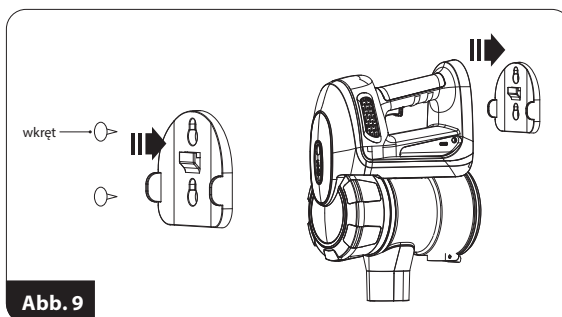

Abb. 9
3. Die Halterung (24) an der gewählten Stelle an die Wand, das Möbelstück etc. halten und mit einem Bleistift die Stellen für die mitgelieferten Schrauben markieren.
4. Die Schrauben (Abb. 9) anbringen, aber nicht bis zum Ende festziehen, damit die Halterung problemlos angebracht werden kann.